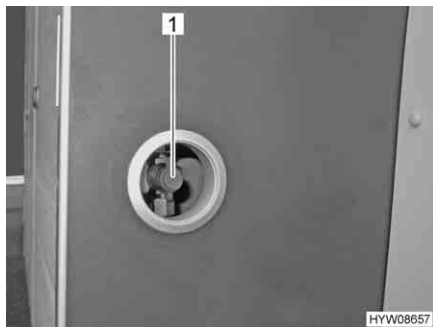

Fig. 39 Presa gas per utenze esterne
La presa gas per utenze esterne (Fig. 39,1) si trova sotto il lavandino, sulla parete posteriore del piano di lavoro destro.
- Collegare l'utenza esterna all'attacco (Fig. 39,1).